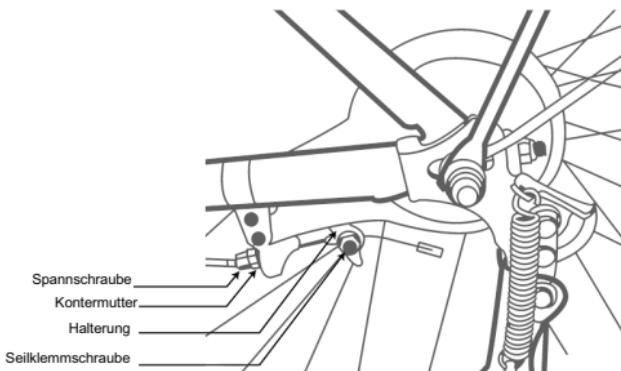

Abbildung 9
- Ziehen Sie die Seilklemmschraube sicher fest und passen Sie die Spannschraube an, bis die Bremskraft stimmt. (Abbildung 9)